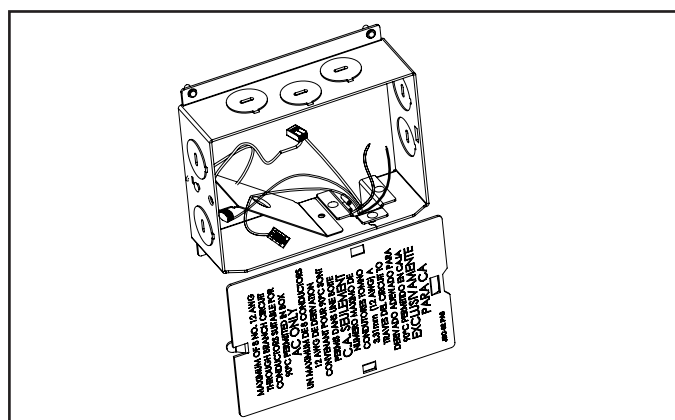

Figure 11.
2. Retirez le couvercle de la boîte de jonction (Figure 11).